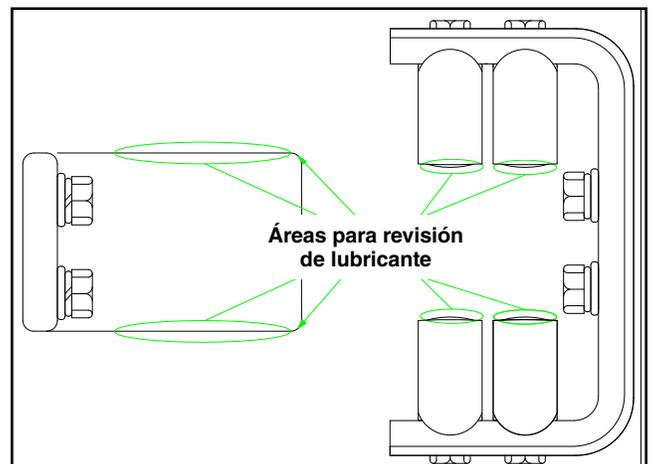

Figura 7. Partes donde debe haber lubricante.
**Paso 3** Corrobore la presencia del lubricante para contactos que se aplica de fábrica tanto a las superficies de los contactos como de la navaja de contacto, y que dicho lubricante permanezca libre de contaminantes. De ser necesario, limpie las superficies de los contactos con un solvente que no sea tóxico ni inflamable y aplique una capa nueva de lubricante. (Grasa Shell Darina EP-2 o equivalente). Ver Figura 7.